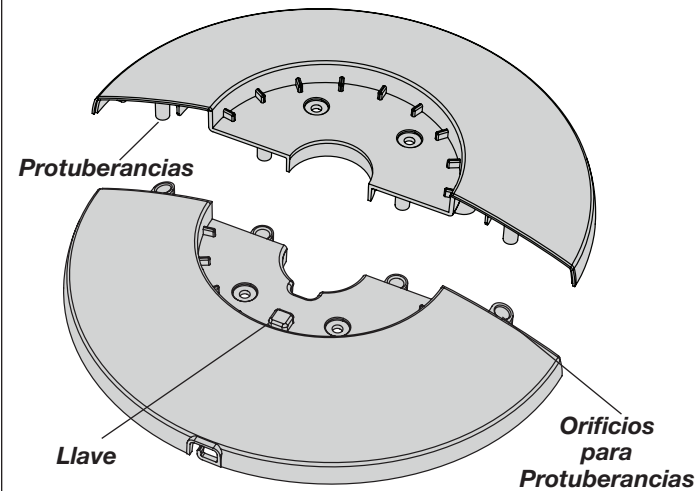

Figura 2
1. Arme la base enclavando las **Protuberancias** en los **Orificios para Protuberancias**. (Figura 2)